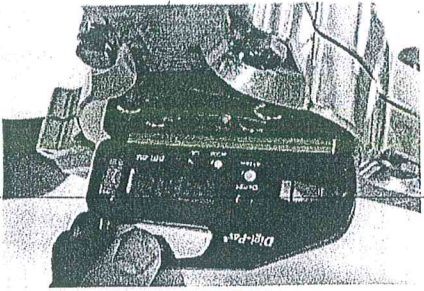

figura 9
Nell'esempio di figura 9, lo strumento indica che il mozzo è a 88,8° con freccia dello strumento in basso.
**POSIZIONARE LO STRUMENTO SEMPRE NEL SENSO INDICATO IN FIGURA 9**